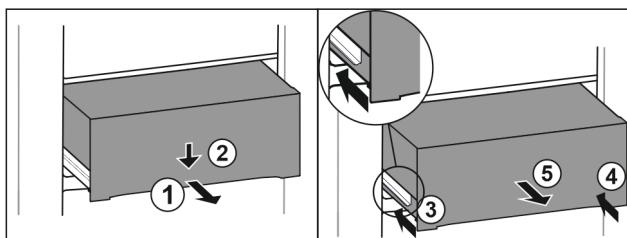

Fig. 163
- ▶ 将抽屉拉出一半。Fig. 163 (1)
- ▶ 朝下按压正面的抽屉。Fig. 163 (2)
- ▶ 将左侧轨道推入大约 2 cm。Fig. 163 (3)
- ▶ 将右侧轨道推入大约 2 cm。Fig. 163 (4)
- ▶ 朝前取出抽屉。Fig. 163 (5)